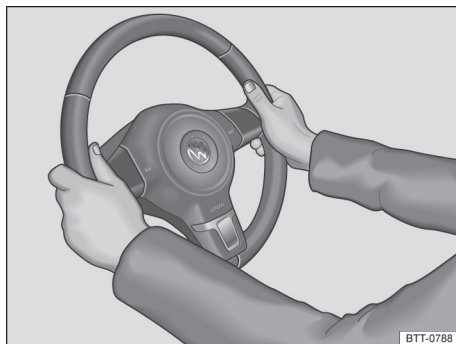

Fig. 74 No volante: posição 9 e 3 horas.
- Ajustar o volante de forma que possa ser segurado lateralmente com ambas as mãos e braços ligeiramente arqueados na borda externa na *posição das 9h e 3h* \Rightarrow **Fig. 74** \Rightarrow .
- **Durante a condução, sempre segurar o volante com ambas as mãos lateralmente na borda externa na *posição das 9h e 3h* \Rightarrow **Fig. 74** para reduzir ferimentos causados pelo acionamento do airbag frontal do condutor.**